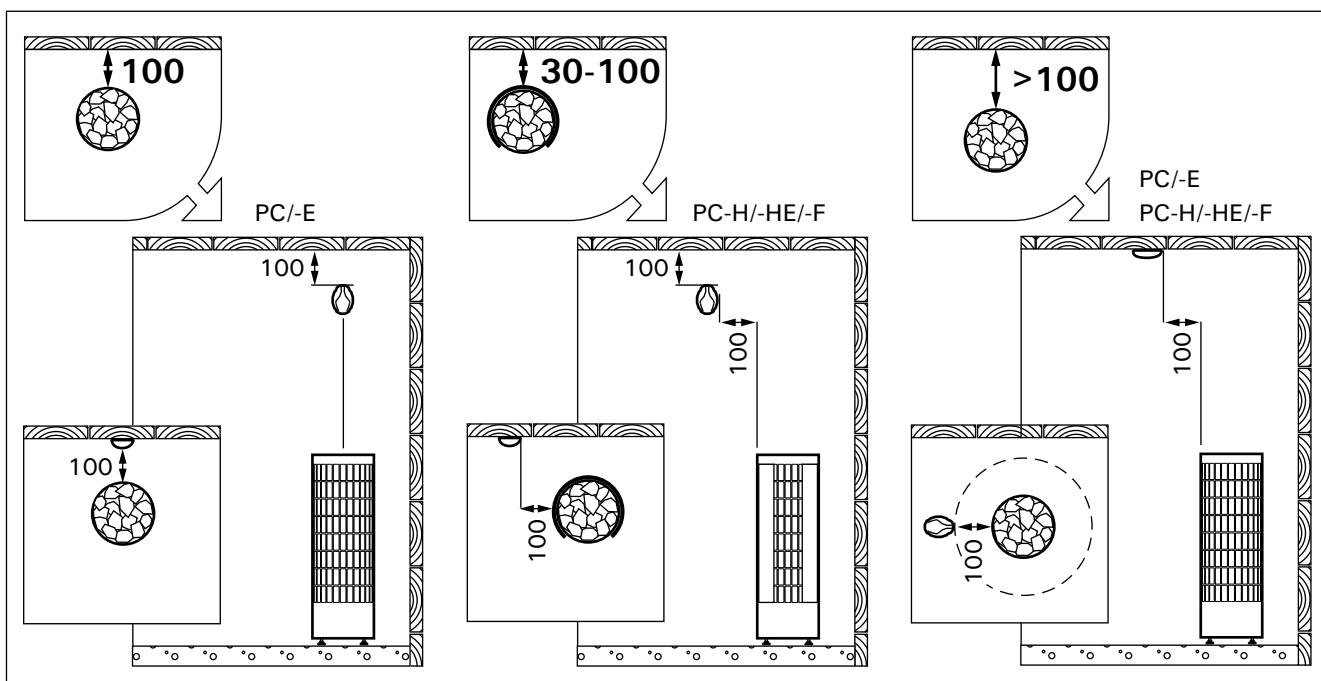

Рисунок 8. Установка датчиков (все размеры приведены в миллиметрах)
- Установите датчик (WX248) на стену сауны, как показано на рис. 8. При установке каменки от стены далее, чем 100 mm, датчик должен быть установлен на потолке.